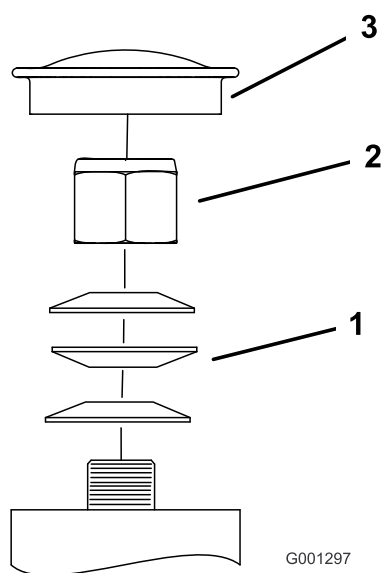

Figure 86
3. Retirez le capuchon protecteur de la roue pivotante et serrez le contre-écrou (Figure 86).
4. Continuez de serrer le contre-écrou jusqu'à ce que les rondelles élastiques soient aplaties, puis desserrez-le d'un quart de tour pour obtenir la précharge correcte des roulements (Figure 86).
Important: Veillez à placer les rondelles élastiques correctement, comme montré à la Figure 86.
5. Reposez le capuchon protecteur (Figure 86).